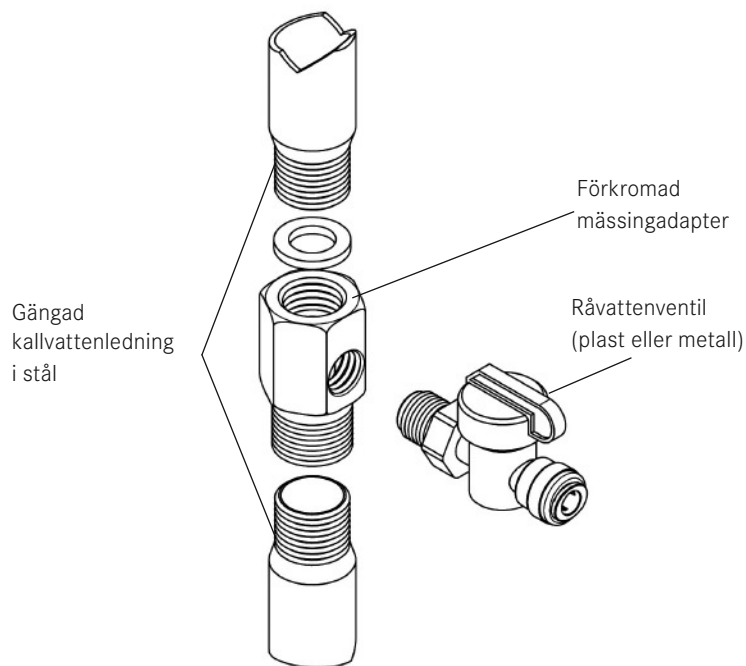
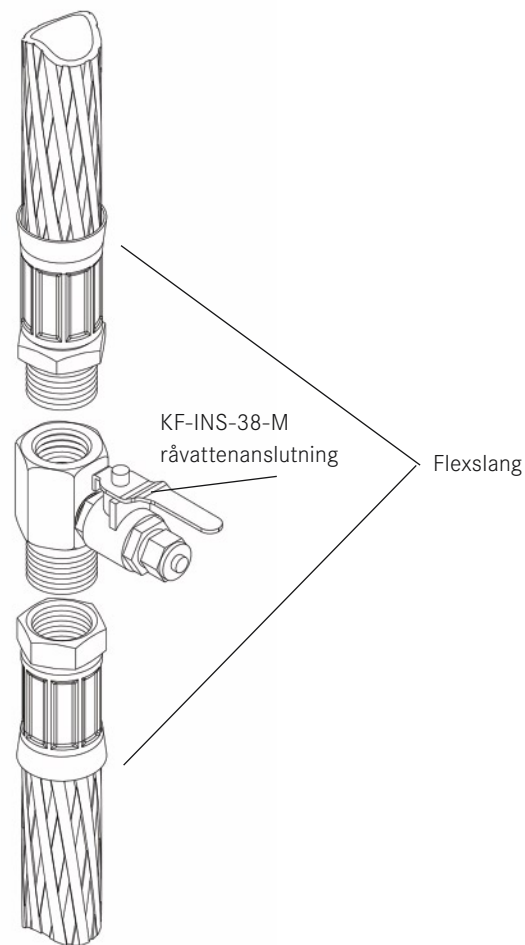

Fig. 10 Råvattenanslutningar till stålror och flexslang
Fig. 11 Råvattenanslutning installerad i en kallvattenledning av flexslang
3. Montera den förkromade mässingadaptorn i röret (om du har kapat ett förzinkat stålrör måste du först gänga röret med en gängtapp. Titta på fig. 10 eller fig. 11 för schematisk ritning över hur adaptorn ska monteras beroende på rörtyp. Kom ihåg att tätningarna med teflontejp innan du drar åt dem. Rikta adaptorn så att sidoanslutningen (R8 invändig gänga) pekar åt det håll där det går att komma åt för att installera råvattenventilen.